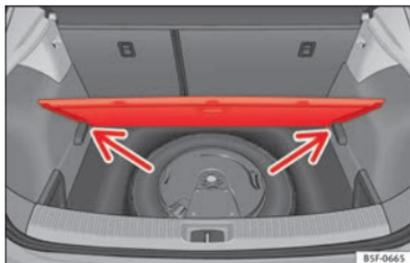

Abb. 184 Gepäckraum: variabler Gepäckraumboden
- Legen Sie den Gepäckraumboden auf die dafür vorgesehenen Aufnahmen » Abb. 184 (Pfeile).